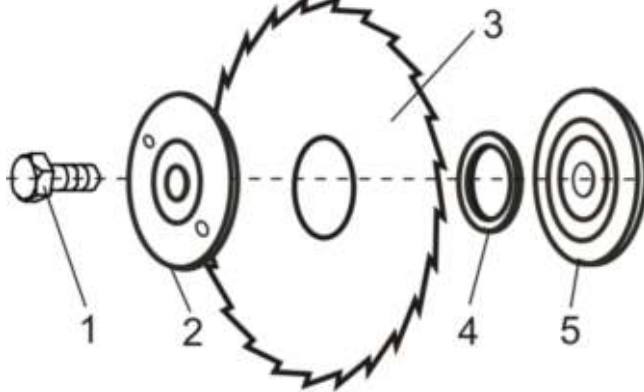

Рис. 4
- выкрутить винт М8Х16 (рис. 4, п. 1) из шпинделя.
- снять наружный фланец (рис. 4, п. 2).